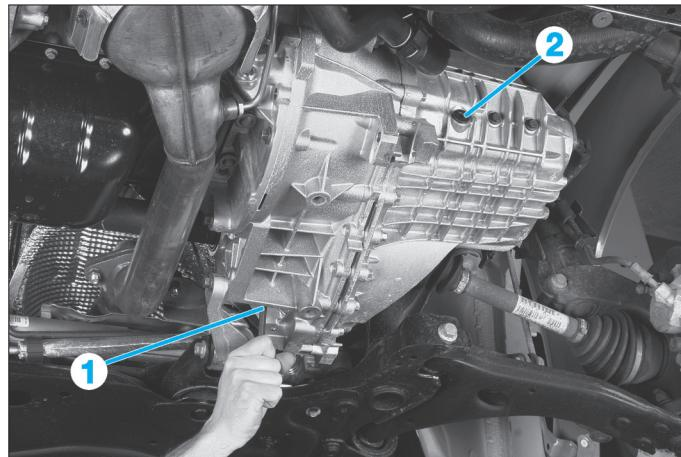

FIG. 1
- le bouchon de remplissage (Fig.1).
- Déposer le bouchon de remplissage (Fig.1) si ce n'est pas déjà fait.